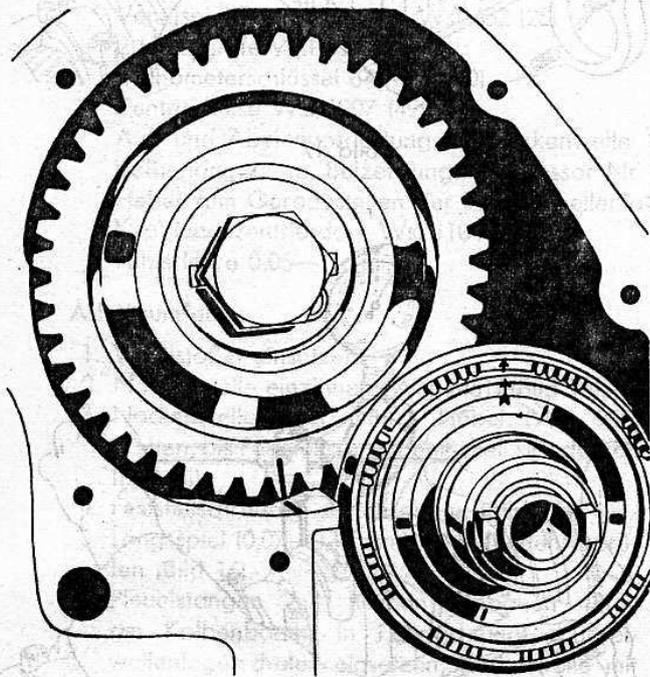

Bild 20
10. Motoreinstellung prüfen: Kolben des ersten Zylinders auf oberem Totpunkt stellen, Pfeilmarke am Antriebsrad zeigt senkrecht nach oben, Strichmarke am Nockenwellenrad zeigt senkrecht nach unten (Bild 20), beide Ventile des ersten Zylinders sind geschlossen. Kontrolle am Schwungrad: Einlaßbeginn $22^{\circ} 30'$ vor oberem Totpunkt (in mm: 49,05), Auslaßende $28^{\circ} 30'$ nach oberem Totpunkt (in mm: 62,13). Motor im Montagebock umdrehen.